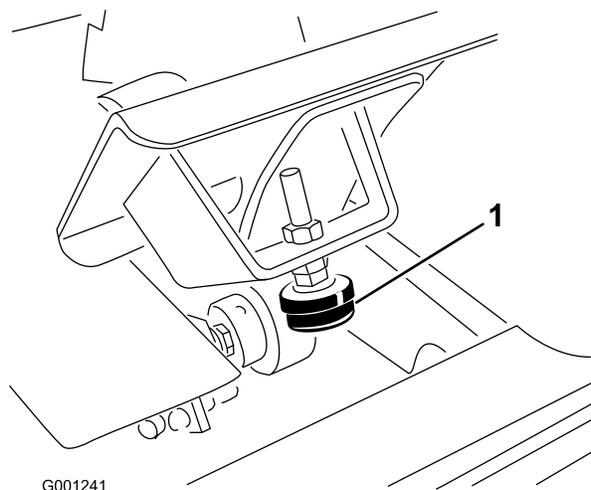

図 67
**注** ポンプがフルストロークに達する直前に、走行ペダルストップ 図 67 が床に当たればよい。